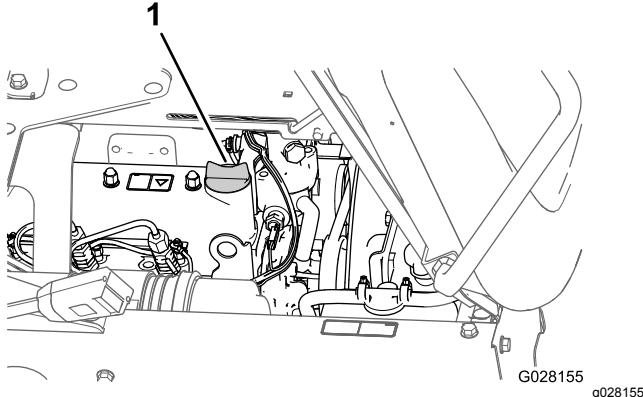

图 73
5. 从发动机气门室盖的加油颈上取出加油颈盖慢慢从加油颈注入规定油量的大约80%图73。
8. 将加油颈盖重新装入加油颈图73。